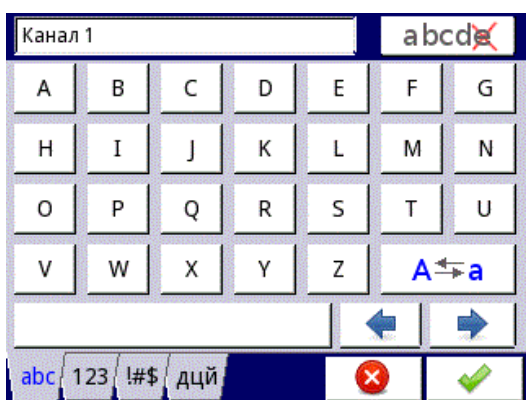

Рисунок 2.18
- буквы (см. рисунок 2.18, 2.19);